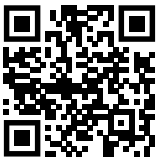

Fig. 139
- ▶ Ανοίξτε το Liebherr SmartMonitoring Dashboard. (βλέπε Fig. 139)